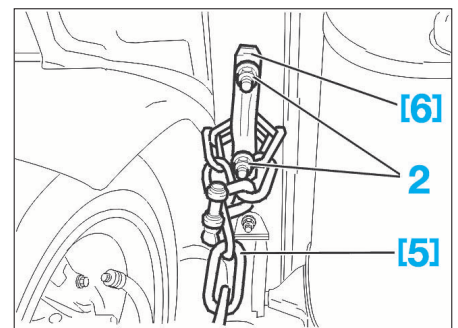

FIG. 7
- Maintenir les colliers par l'intermédiaire d'écrous (2) de diamètre 10 mm (Fig.7).